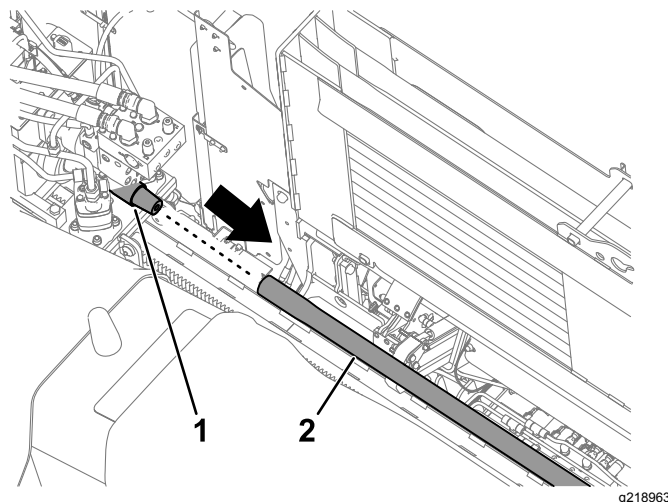

Рисунок 65
часовой стрелке и медленно переместите каретку вперед, чтобы вставить шпиндель в конец трубы с внутренней резьбой (Рисунок 65).
9. Поверните буровой шпиндель по часовой стрелке и медленно переместите каретку вперед, чтобы вставить шпиндель в конец трубы с внутренней резьбой (Рисунок 65).